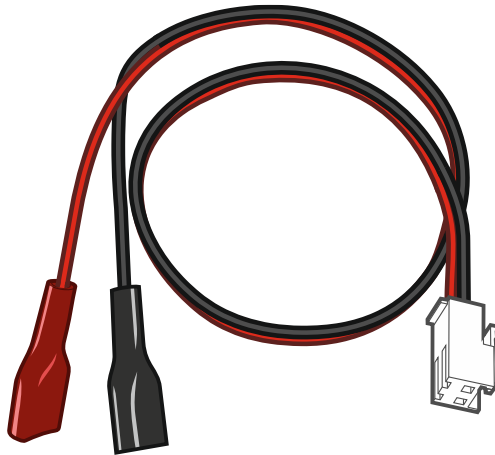

Abb. 2. Leiter zum Anschluss des Akkumulators (rot +, schwarz -).
- ② Taste RESET – drücken und halten Sie 5 Sekunden lang, um die Werkseinstellungen wiederherzustellen (siehe „Hardware-Reset auf Werkseinstellungen“ S. 73.).
- ③ Buchse USB-C zum Anschluss eines Mobilgerätes mit der Be Wave App oder eines Computers mit dem Programm BE WAVE Soft.
- ④ Schnittstelle zum Anschluss der Leitungen an den Akkumulator. Die Leitungen sind im Lieferumfang enthalten (Abb. 2).
- ⑤ Buchse zum Anschluss des LAN-Netzwerkkabels.
- ⑥ SD-Speicherkarte (werkseitig montiert). Auf der SD-Karte wird Folgendes abgelegt:
4. Schließen Sie die Leitungen des Akkumulators (Abb. 2) an die Schnittstelle der Zentrale.